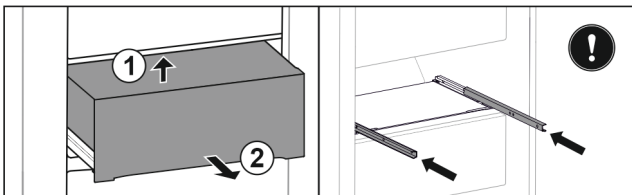

Fig. 114
- ▶ Підняти висувний ящик знизу назад. Fig. 114 (1)
- ▶ Вийняти висувний ящик рухом вперед. Fig. 114 (2)